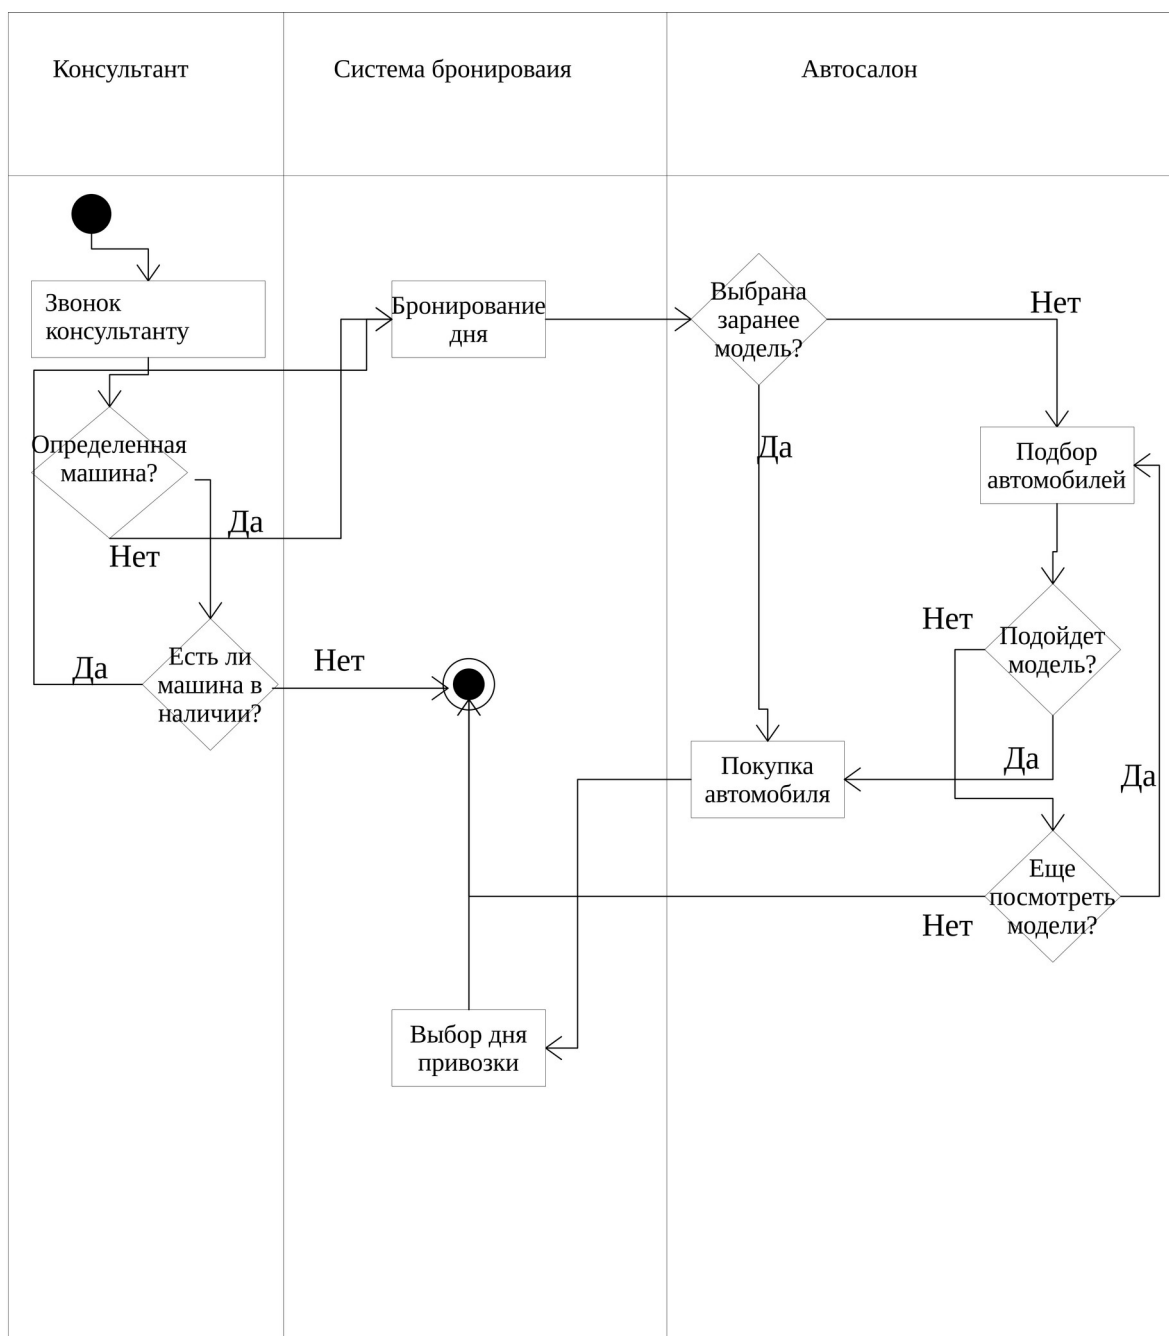

Рисунок 2 – Даграмма деятельности выбранной системы
2. Теперь опиши все системные операции посредством диаграммы деятельности(рис.2):